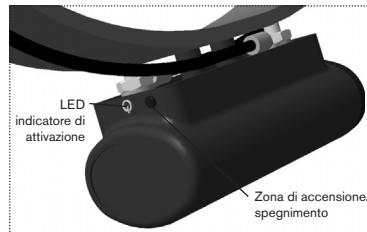

Fig. 2. Zona di attivazione/spegnimento
- > Collocare un magnete nella zona di attivazione/disattivazione (vedi Fig.2).